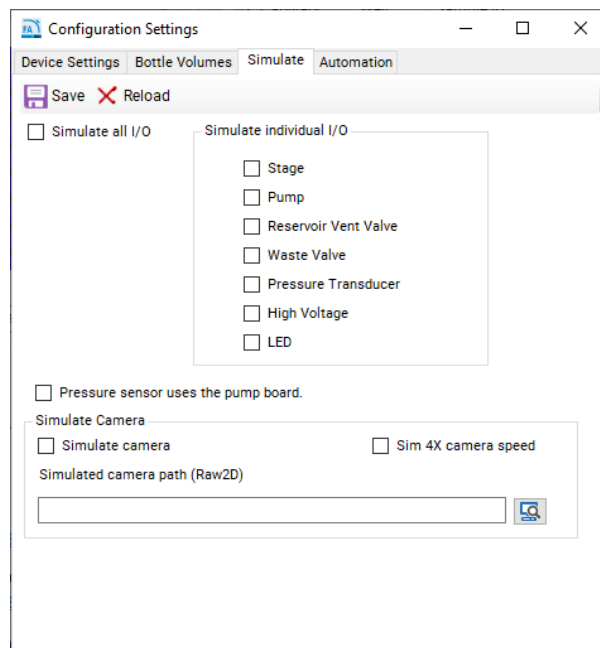

Figure 109 Menu de configuration de la simulation du 5400 Fragment Analyzer
- 3 Sélectionnez l'onglet **Simulate** (Simuler) (**figure 109**).
Dans la **figure 109**, tous les composants individuels, excepté le mécanisme de la platine, sont simulés, permettant ainsi de tester les déplacements de la platine tout en simulant le pompage et les méthodes de séparation haute tension.